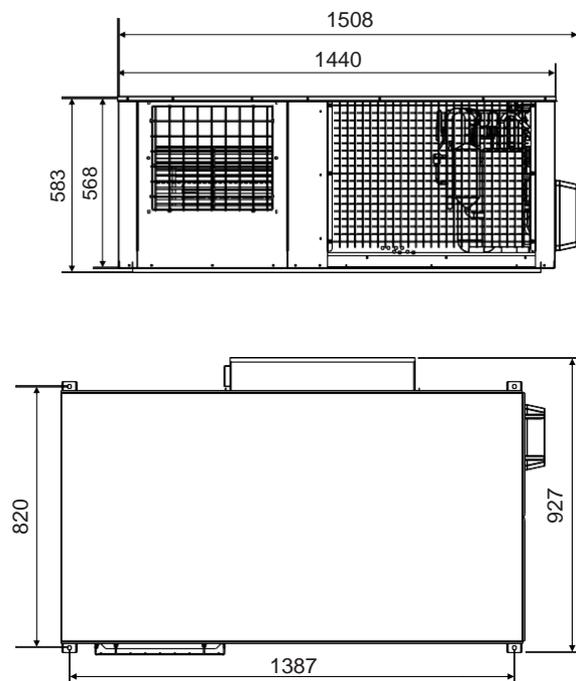

Fig. 3-1 Dimensiones de la unidad exterior
1. Fig. 3-1 es aplicable a los modelos de MVH-H100C/DN1 ; MVH-H140C/DGN1A ; MVH-H160C/DGN1A